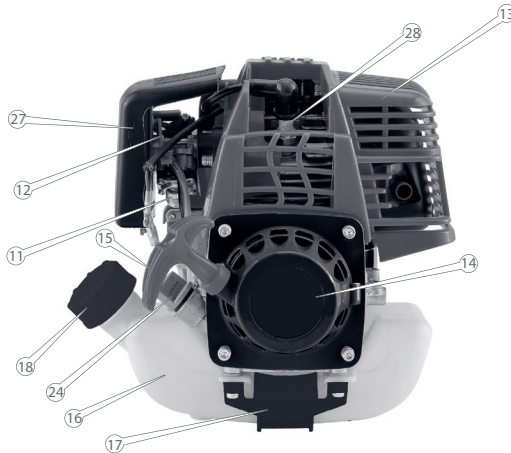

Рисунок 1. Загальний вигляд виробу та опис основних компонентів мотокози.
1.1 Опис основних компонентів мотокоси ТМ «Vitals», серії «Master», моделі «ВК 3110-4а» наведено нижче (рис. 1).